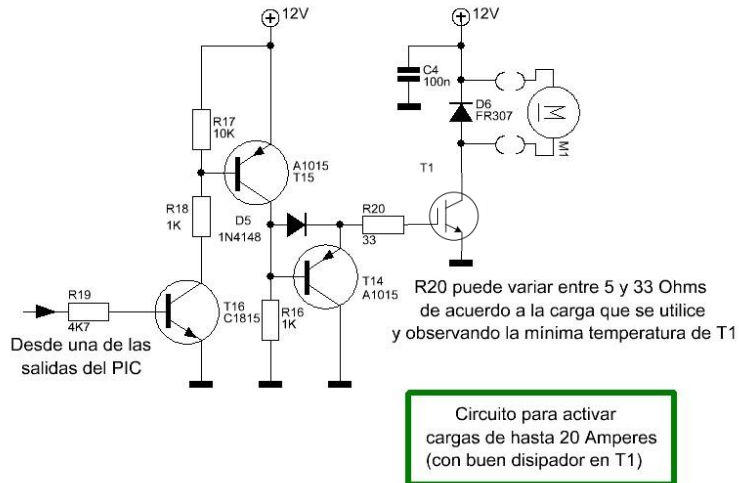

Figura 01. Circuito para excitar un transistor IGBT.
**5.1 Circuito de control de puerta de un IGBT.-** Simular el circuito de la figura 01 en Proteus, armar el circuito en protoboard, ingresar  $V_{in}=5V_{cc}$  y verificar que el motor enciende a la máxima potencia. Medir el voltaje entre el colector y el emisor y calcular la  $P_{ent}$ ,  $P_{sal}$  y  $P_{perdida}$ , contrastar los datos con los obtenidos con el transistor MOSFET, comentar.